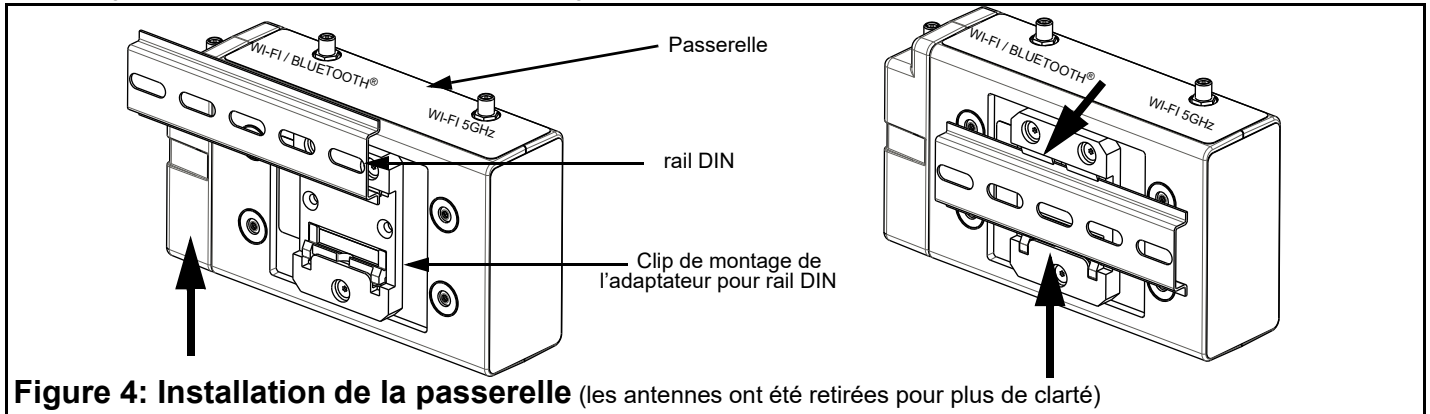

Figure 4: Installation de la passerelle (les antennes ont été retirées pour plus de clarté)
2. Accrocher le loquet inférieur du clip de montage de l'adaptateur pour rail DIN au bord inférieur du rail DIN, comme indiqué sur la figure 4.
3. Soulever la passerelle sur le rail DIN et enclenchez-la dans le haut du clip de montage de l'adaptateur pour rail DIN, comme indiqué sur la figure 4. Le loquet supérieur du clip de montage de l'adaptateur pour rail DIN se verrouille sur le rail DIN lorsqu'il est libéré.